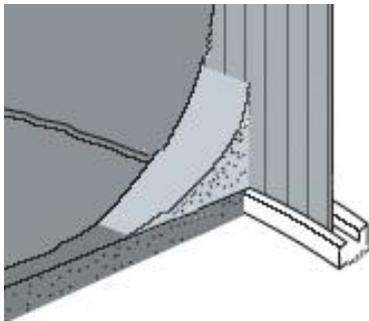

Abb. 12
- Die Schweißnaht zwischen Boden und Wand soll ungefähr in der Mitte der Hohlkehle liegen. Die anderen Schweißnähte bilden gerade parallele Linien quer über den Poolboden (**Abb. 12, 13**).